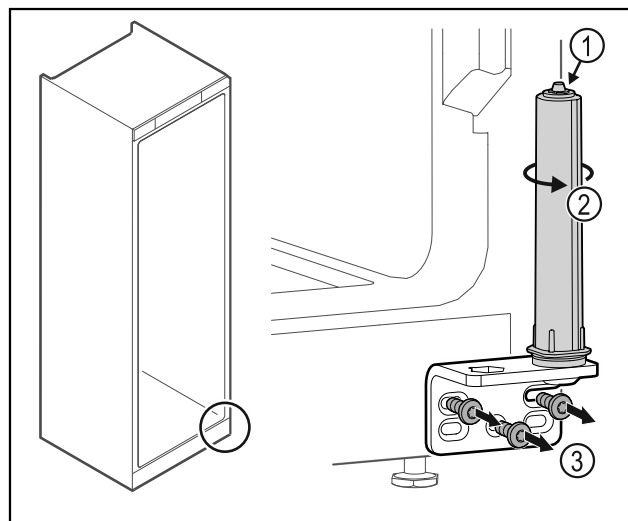

Fig. 41
- No desensamblar el sistema de cierre de la puerta Fig. 41 (1).
- Girar el sistema de cierre Fig. 41 (2) hasta que haga clic.
- Desatornillar la escuadra de bisagra Fig. 41 (3).